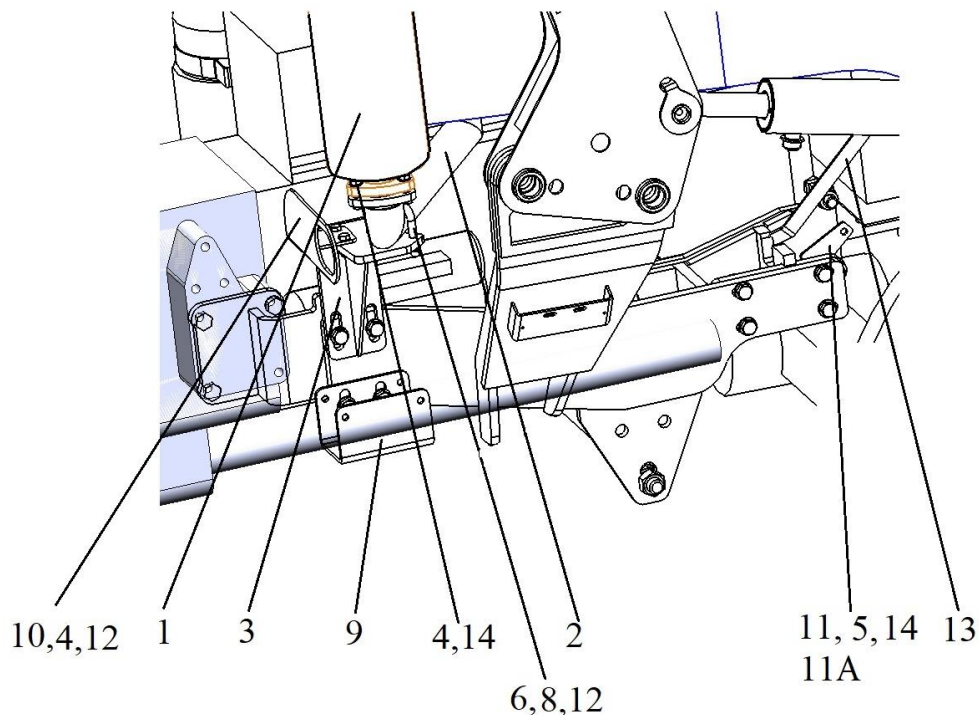

Рисунок 6 – Установка глушителя (правая сторона трактора):
6.1.5 Отсоединить тяги радиатора охлаждения с левой и правой стороны трактора (см. фото 5, рис.6 поз.13).
6.1.6 Демонтировать колено глушителя (см. рис.6)
Закрепить панели навески поз. 1 к опорам передним при помощи болтов М12х60 и М12х50, шайб 12.01(16 шт.), шайб 12.65Г(8 шт.) гаек М12(8 шт.), к опорам задним при помощи болтов М12х50(4 шт.), М12х60(4 шт.), шайб 12.65Г(8 шт.) гаек М12(8 шт.). При установке правой панели установить кронштейн поз. 3(рис. 6) и кронштейн поз. 9 (рис.6) для поддержки тройников с РВД (см. фото 7). На кронштейн поз.3 установить поддержку для РВД поз.10 при помощи болтов М8х40 (2 шт.), гаек М8 и шайб 8.01..(рис.6 и фото 7)
ГЦ подъема погрузчика соединить с выводами тройника через РВД длиной 1,6м и 1,2м по правой стороне; 2,0м и 2,4м по левой стороне. Тройники с РВД уложить в ложу кронштейна поз. 9 рис.6. Все РВД пропустить через поддержку поз. 10 рис.6.